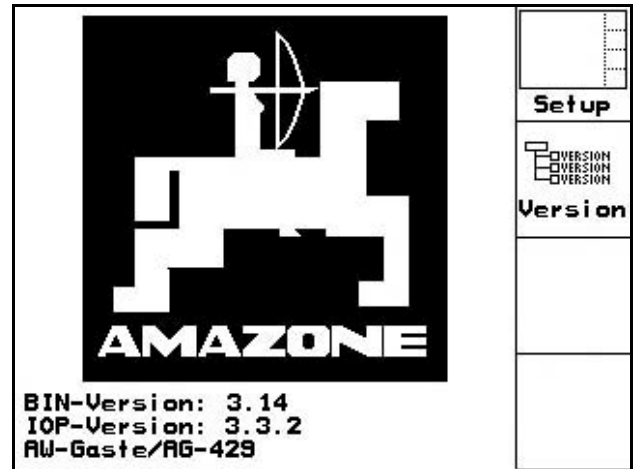

Fig. 16
Nach dem Einschalten des **AMATRON⁺** bei angeschlossenem Maschinenrechner erscheint das Startmenü (Fig. 16) und zeigt die Terminal – Softwareversions- Nr. an.
- nach RESET des **AMATRON⁺**-Terminals zeigt der Startbildschirm (Fig. 16) dieses an.